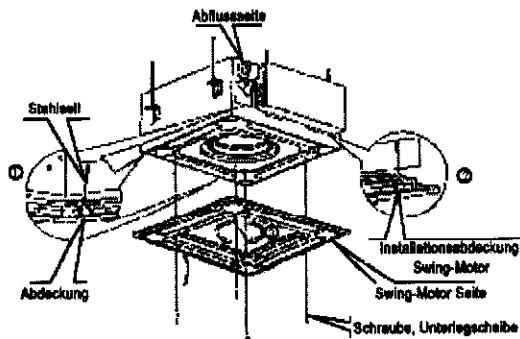

Abb. 11
(2) Installation des Paneels
- a. Richten Sie den Swing-Motor am Paneel richtig an der Wasseraufnahme des Hauptgerätes aus. (Siehe Abb. 11)
- b. Hängen Sie die vier Befestigungsseile des Hauptgerätes an der Installationsabdeckung und die anderen drei Abdeckungen des Swing-Motors ein: (Siehe Abb. 11 (1) und (2))
- c. Schrauben Sie das Paneel mit Bolzen (M5 16) und Unterlegscheibe am Hauptgerät fest. (Siehe Abb. 11 (4))
- e. Justieren Sie das Paneel vorsichtig in Pfeilrichtung (s. Abb. 11 (3)), so dass die Mitte des Paneels sich mit der Mitte des Lochs in der Decke deckt. Achten Sie darauf, dass die Haken an allen vier Ecken fest sitzen.